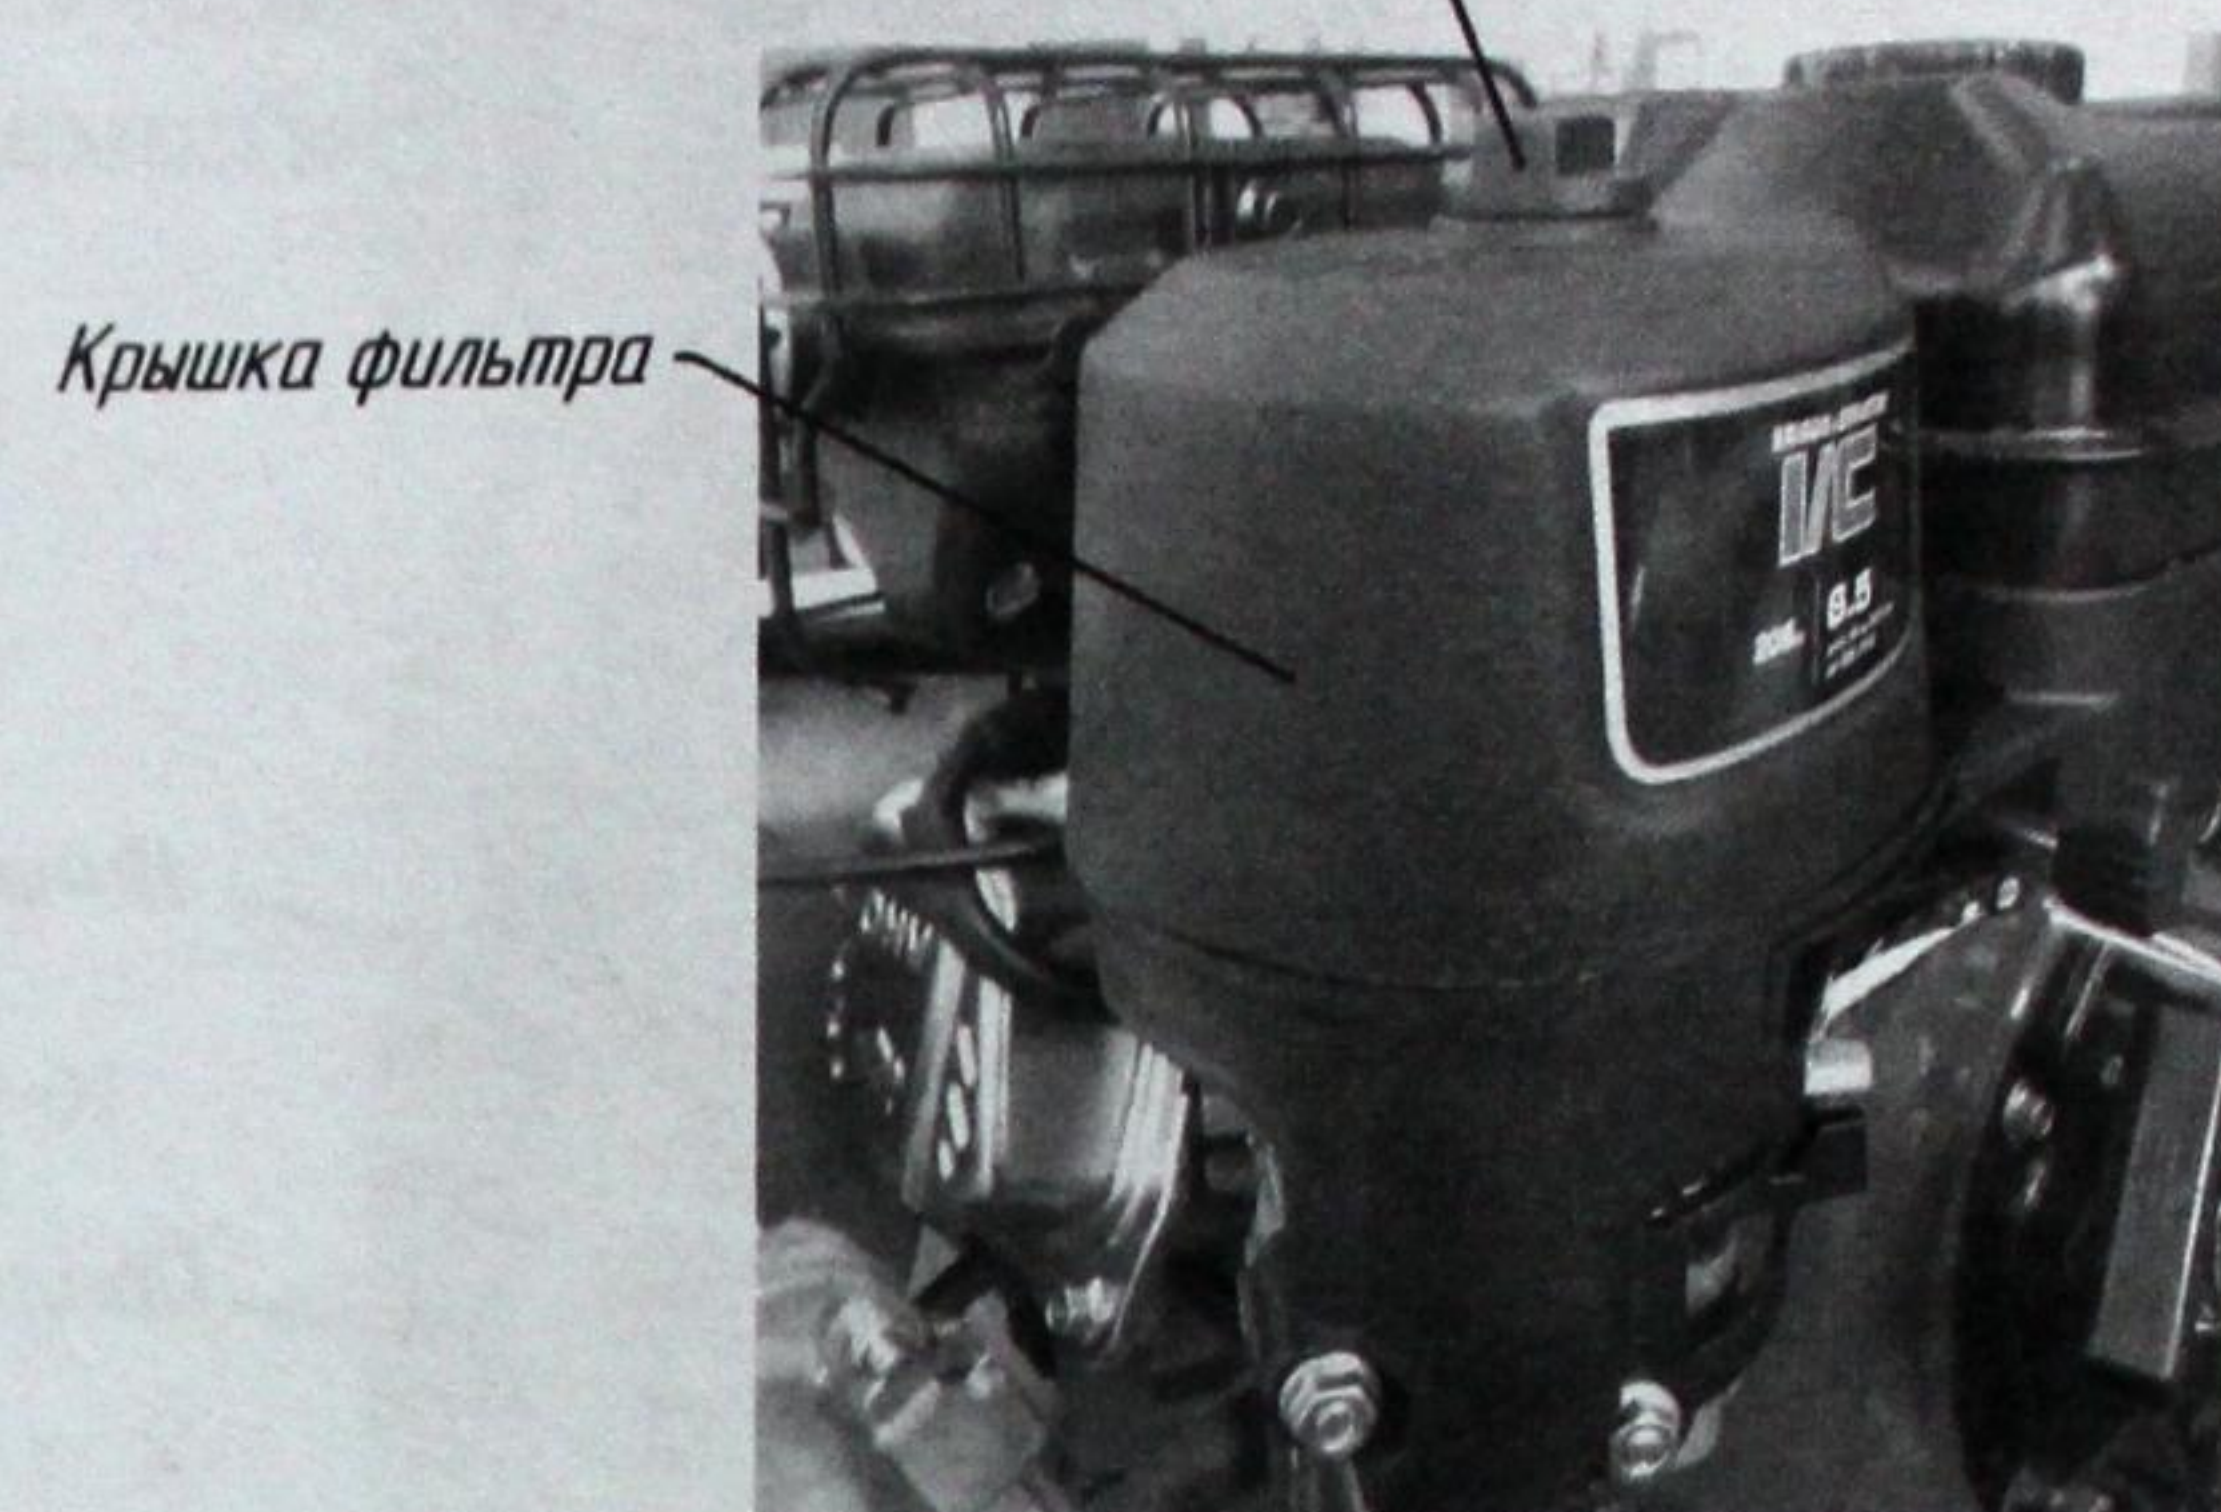

Рис. 1
- Отвернуть гайку крепления крышки фильтра (см. рис.1);